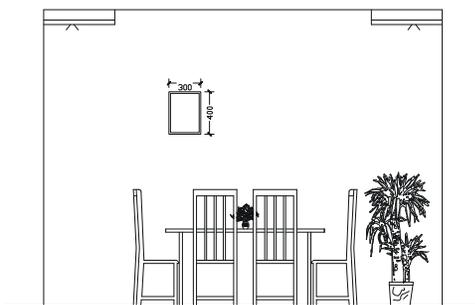

图 8-1-32
**STEP 16** 使用绘制矩形命令 RECTANG 绘制一个 300 × 300 的矩形，并使用偏移命令 OFFSET 将其向内偏移 15，再使用移动命令 MOVE 将其移动到如图 8-1-32 所示的大致位置。
**STEP 17** 参照前面绘制电视墙装饰钉的方法，在如图 8-1-32 所示矩形的四角绘制四个直径